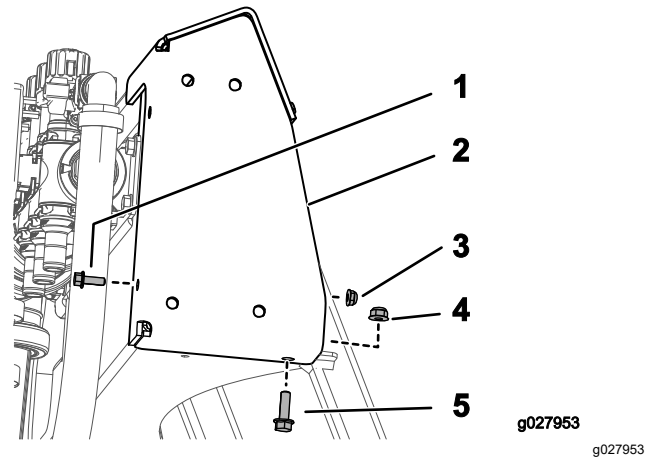

Figura 9
1. Monte el soporte superior usando 1 perno (1/4"-20 × 3/4"), 1 tuerca (1/4"-20), 1 perno autoblocante (5/16"-18 × 1") y 1 tuerca con arandela prensada (5/16"-18), como se muestra en la Figura 9.